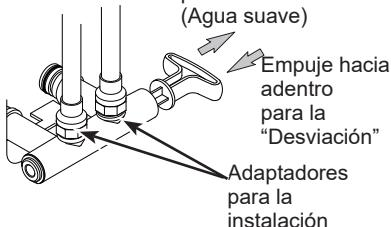

Figura 4
Siempre instale una válvula de desviación simple (provista), como se muestra en la Figura 4, o, si lo desea, puede adquirir y ensamblar piezas para un sistema de desviación de 3 válvulas (no incluido), como se muestra en la Figura 5. Las válvulas de desviación le permiten cerrar el agua en el suavizante para el mantenimiento si es necesario, pero aún tener agua en las tuberías de la casa.
- Válvula de desviación simple (Figura 4): Lentamente mueva el vástagos de la válvula hacia "servicio", haciendo varias pausas para permitir que el suavizante de agua se llene de agua.